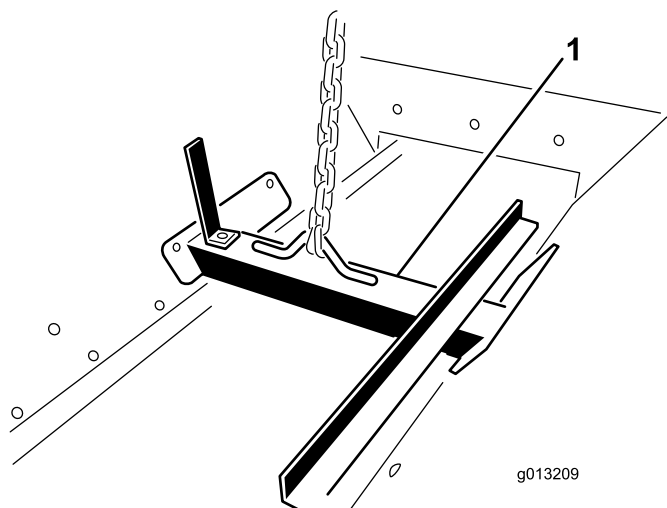

Figura 16
1. Atați un dispozitiv de ridicare la suportul de ridicare fixat cu uruburi în interiorul ansamblului buncărului de alimentare (Figura 16).